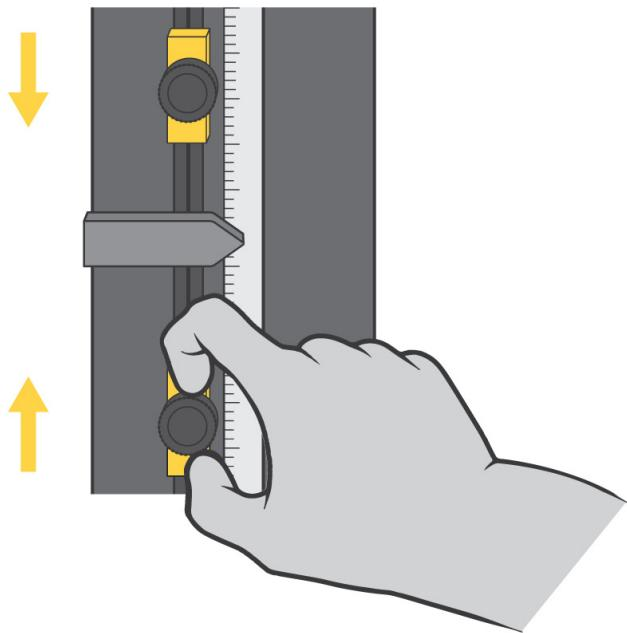

Figura 18. Impostazione degli arresti di fine corsa
Gli arresti di fine corsa della traversa sono due blocchi regolabili montati su un'asta degli interruttori di fine corsa che si trova all'interno della colonna della macchina, come mostrato nella Figura 18 a pagina 108. Gli arresti di fine corsa (1 e 2) hanno viti a testa zigrinata che è possibile serrare e rilasciare a mano e che possono essere spostate in qualsiasi posizione sull'asta del fine corsa. Posizionare questi arresti appena oltre i parametri della prova per impedire che la traversa si sposti eccessivamente. Quando la traversa raggiunge la corsa massima preimpostata, l'attuatore del fine corsa (3) viene a contatto con uno di questi arresti. Il contatto tra l'attuatore del limite e il fine corsa sposta l'asta del fine corsa (4) e attiva gli interruttori di limite. In questo modo viene interrotto lo spostamento della traversa.